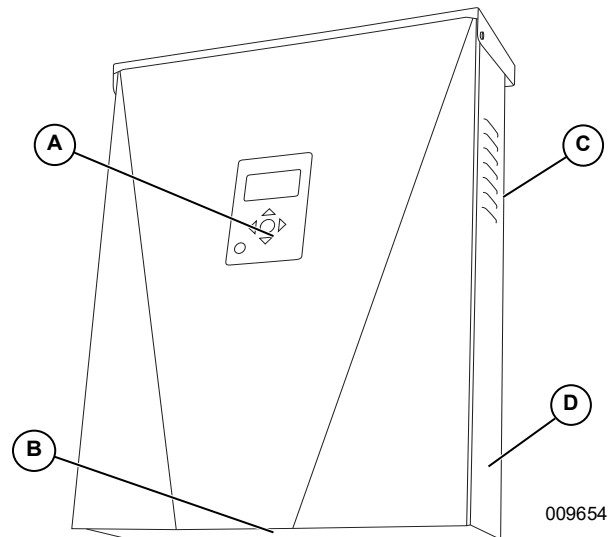

Figure 2-2. Emplacement des composants
Voir l'emplacement du numéro de série de l'appareil (D) à la **Figure 2-2**. Consigner l'information de cette étiquette dans la **Table 1 : Information importante sur l'onduleur PWRcell** sur l'intérieur de la couverture avant de ce manuel.